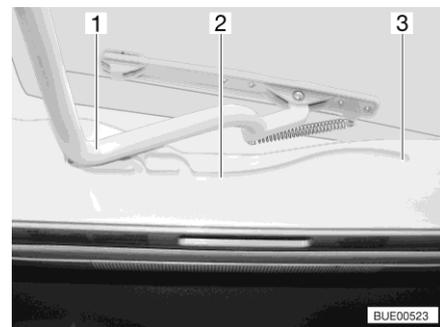

Fig. 95 Guía (claraboya Heki)
- Tirar el estribo (Fig. 95,1) en las guías (Fig. 95,2) hasta la posición trasera final (Fig. 95,3).
- Empujar el estribo (Fig. 95,1) ligeramente hacia arriba con ambas manos.
- Tirar el estribo en las guías (Fig. 95,2) hasta la posición deseada.